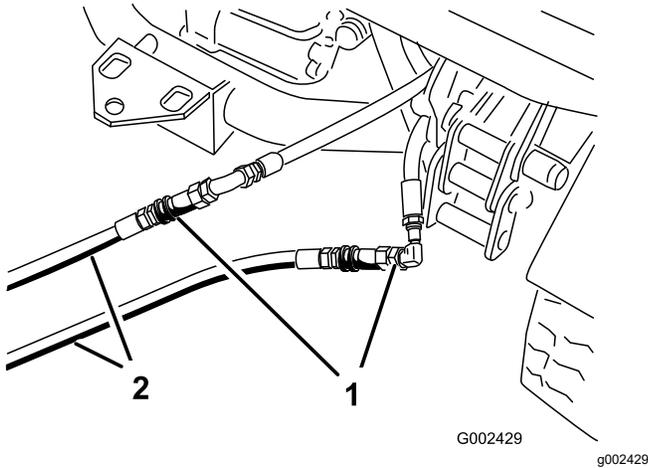

図 74
3. 故障しているワークマンのカップラホースに、救援用ホース 2 本を接続する 図 74。